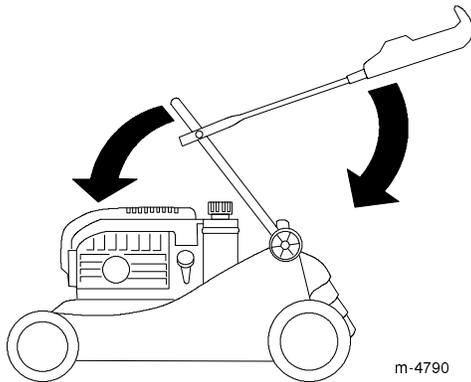

Figure 30
3. Abaissez la partie inférieure du mancheron vers l'avant avec précaution jusqu'à ce qu'elle repose sur le moteur (Fig. 30).
4. Repliez la partie supérieure du mancheron en arrière avec précaution jusqu'à ce qu'elle repose bien à plat (Fig. 30).